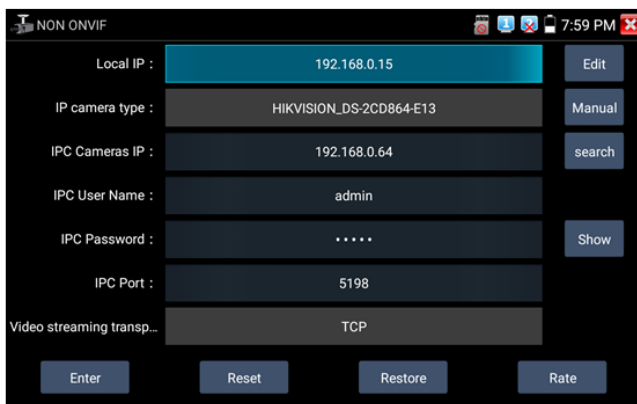

Рис. 20 Окно настроек приложения NON-ONVIF
3. Нажмите кнопку NON ONVIF. В появившемся окне (рис. 20) проверьте, чтобы у Local IP подсеть совпадала с IP-cameras IP. Если подсеть не совпадает, то еще раз проверьте
- 3) В строке поиска введите IP-адрес видеокамеры и нажмите «ОК» на виртуальной клавиатуре. Если все сделано правильно, вы попадете в WEB-интерфейс IP-видеокамеры (рис.20), где потребуются ввести логин и пароль (обычно admin/admin для большинства видеокамер), указанные на наклейке, на видеокамере, на коробке из-под нее или в инструкции.